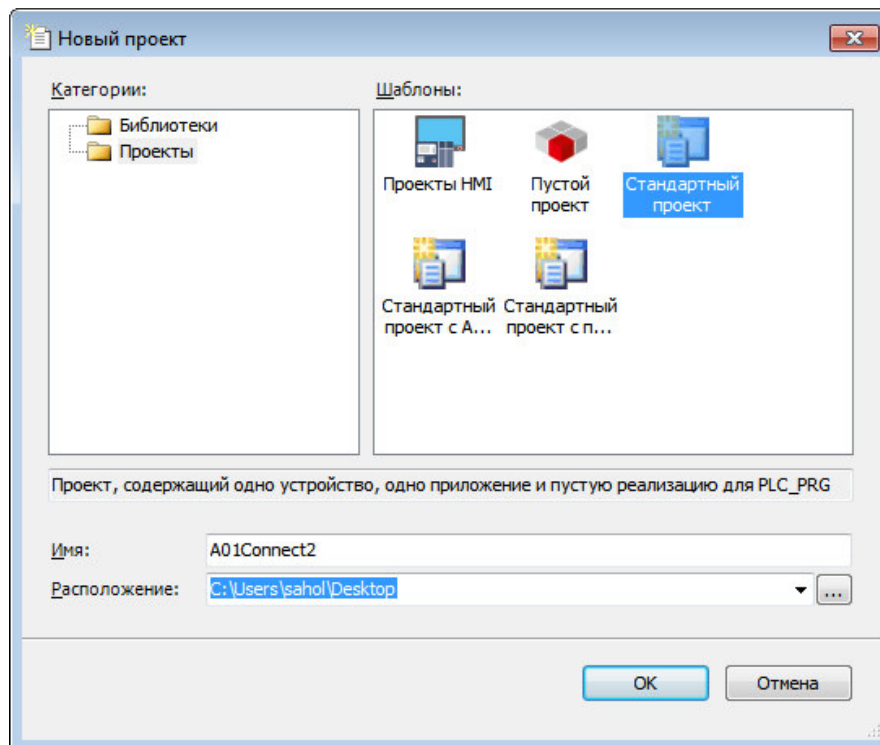

Рисунок 5.2 – Создание шаблона стандартного проекта
2. В окне «**Новый проект**» (рисунок 5.2) в списке **Шаблоны**: выбрать шаблон **Стандартный проект**.